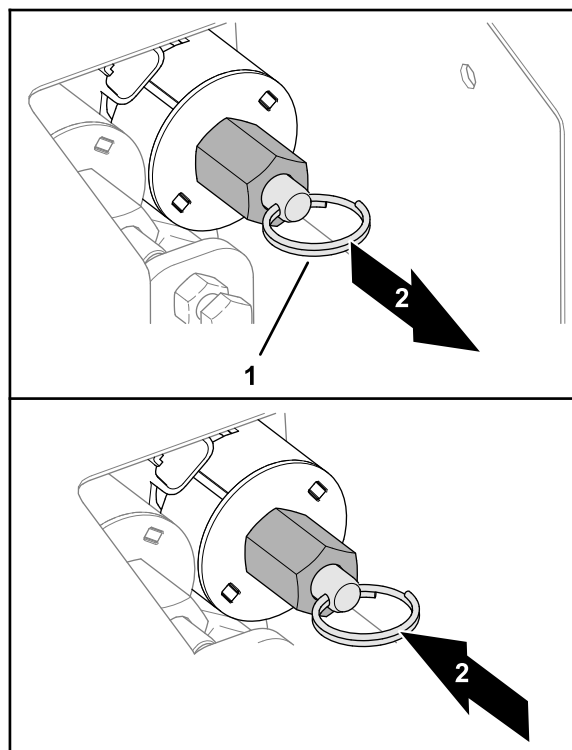

Figura 32
- Per abbassare la tramoggia (Figura 32), tirate l'anello sullo stelo della valvola.
- Per sollevare la tramoggia (Figura 32), spingete l'anello apribile sullo stelo della valvola.